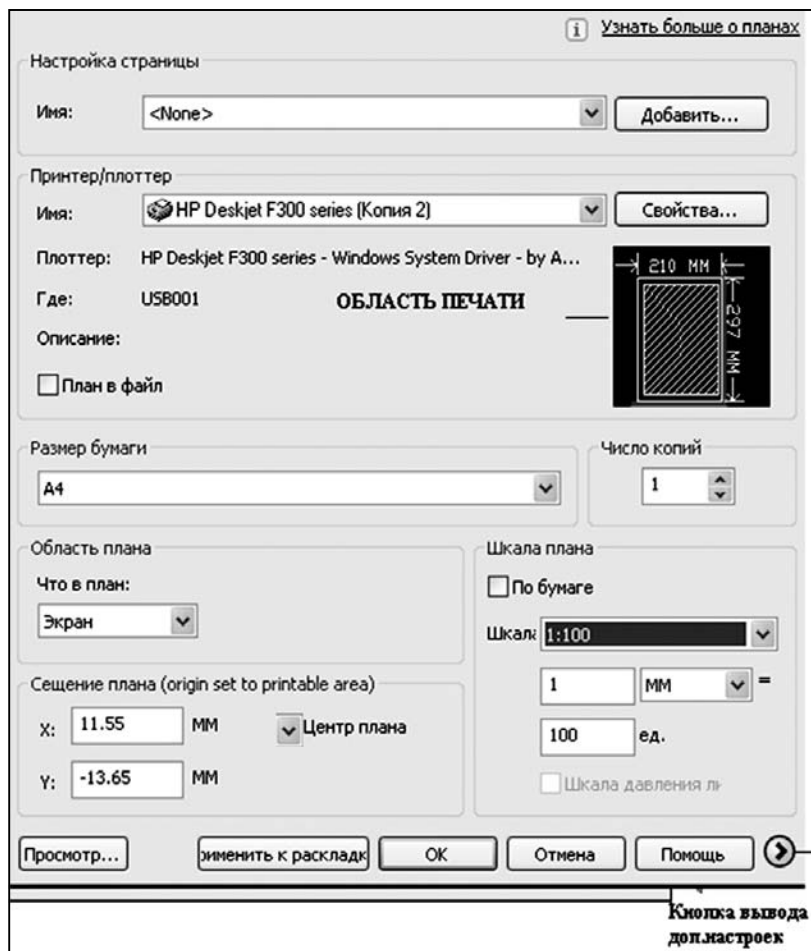

Рис. 7.2. Окно настроек параметров принтера для печати
4. Щелкнуть по кнопке «Plot» (Печать) панели инструментов «Standard» (Стандартная). В результате активизируется диалоговое окно «Plot» (Печать) (рис. 7.2–7.3).